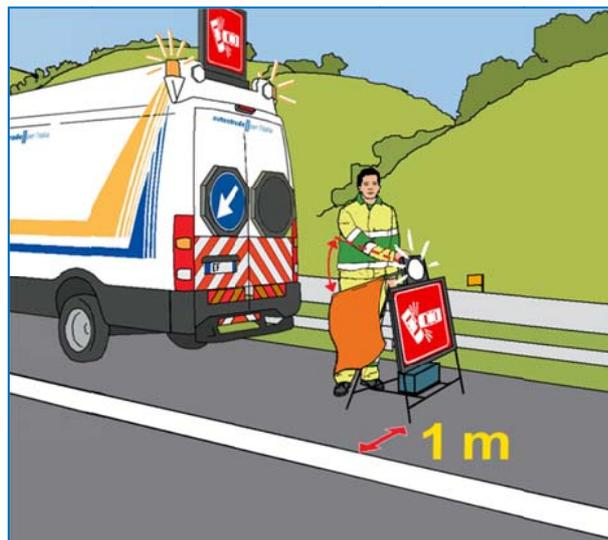

Fig. 9
- sempre con attenzione al traffico sopraggiungente, mettere in funzione e posizionare lo sbandieratore meccanico sulla corsia di emergenza, a ridosso del lato posteriore del mezzo e a circa 1m dalla striscia di margine (fig.9); utilizzare il pittogramma più adatto alla circostanza tra quelli disponibili (incidente; bande biancorosse)